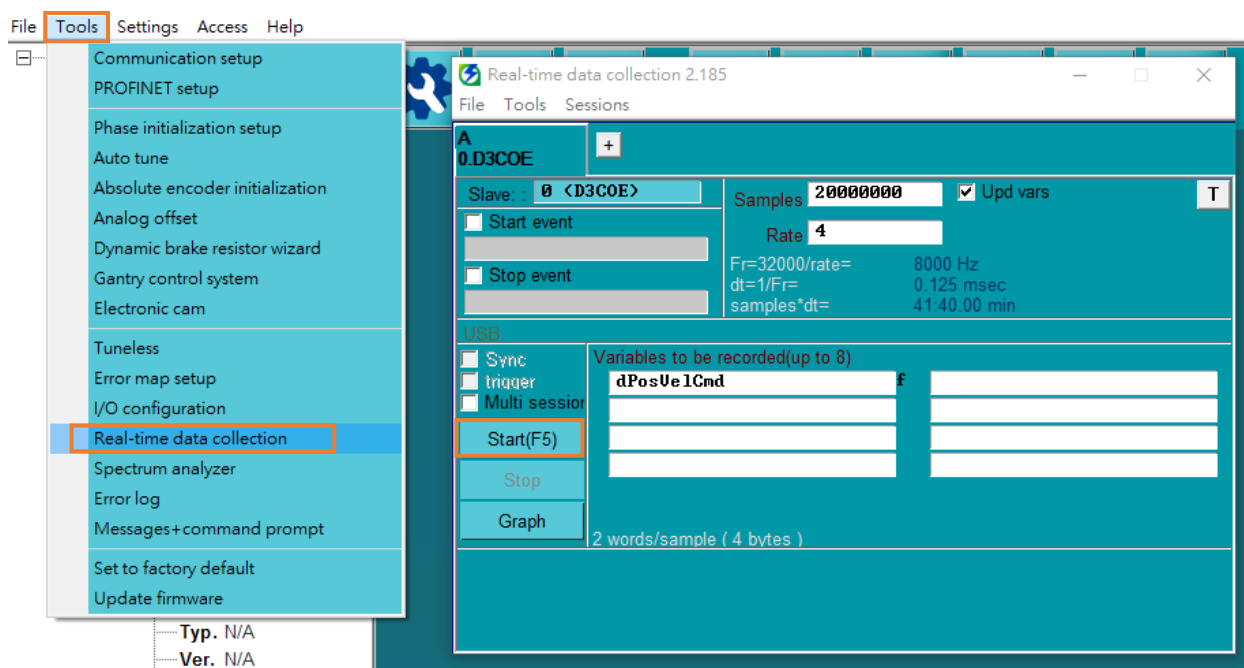
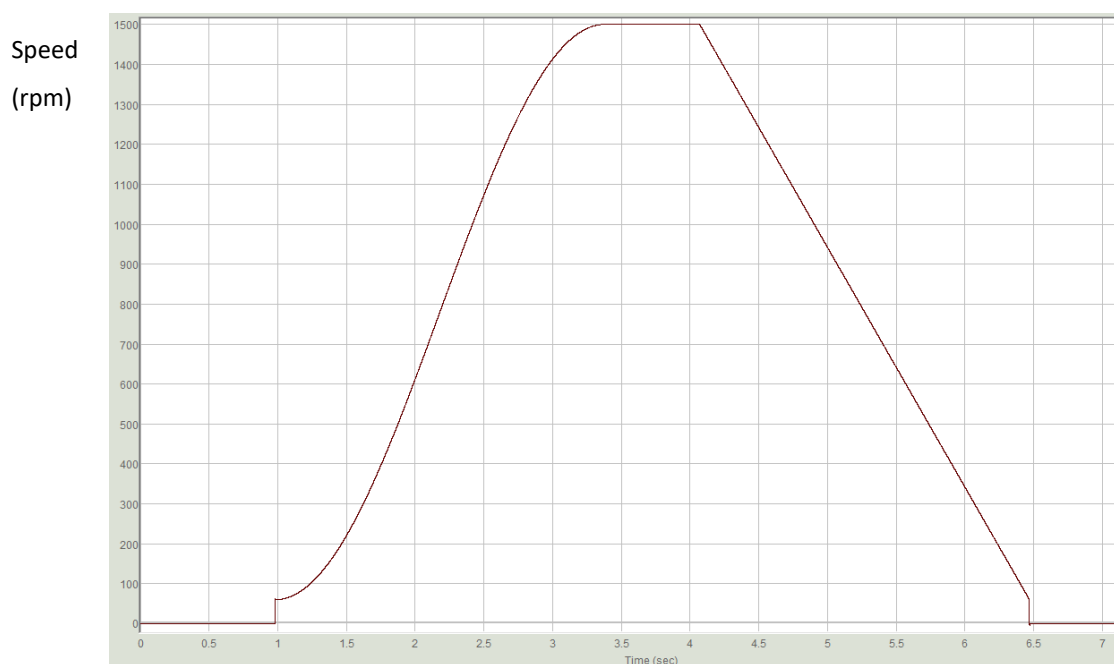

図 3.2.2
図 3.2.4
4. [Thunder] > [Tools] > [Real-time data collection] を開き、[Stop] をクリックしてから [Graph] を押して (図 3.2.2 を参照)、図 3.2.4 を生成します。